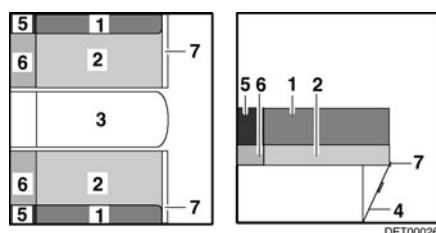

Fig. 87 Después de ampliar
- Abatir la prolongación del banco de asiento (Fig. 87,7) hacia arriba y colocar una cuña con la trampilla (Fig. 87,4).
- Sacar los cojines del respaldo (Fig. 87,1) y los cojines del asiento (Fig. 87,2) sobre la prolongación del banco de asiento.
- Colocar los cojines adicionales (Fig. 87,6) entre los cojines del asiento y la pared exterior.
- Colocar los cojines adicionales (Fig. 87,5) entre los cojines del respaldo y la pared exterior.